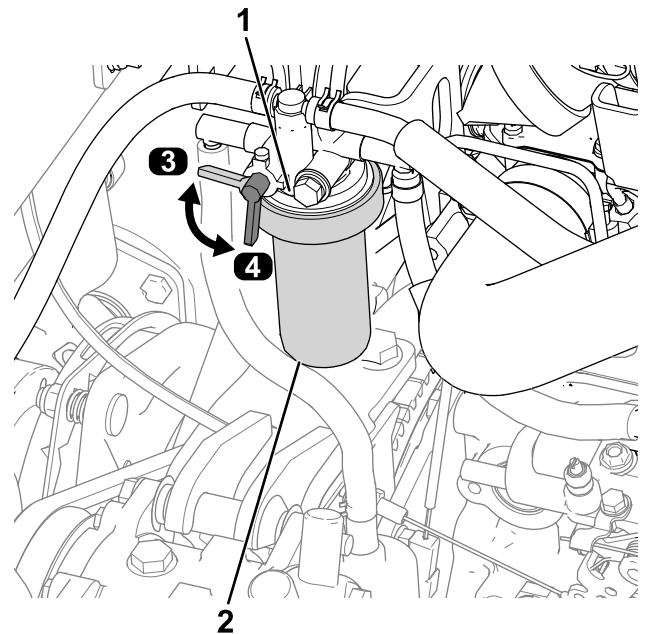

Bild 59
3. Entfernen Sie den Filter und reinigen die Kontaktfläche (Bild 59).
6. Drehen Sie den Kraftstoffhahn in die EIN-Stellung (Bild 59).
1. Drehen Sie den Kraftstoffhahn in die AUS-Stellung (Bild 59).
2. Reinigen Sie den Bereich um den Kraftstofffilterkopf (Bild 59).